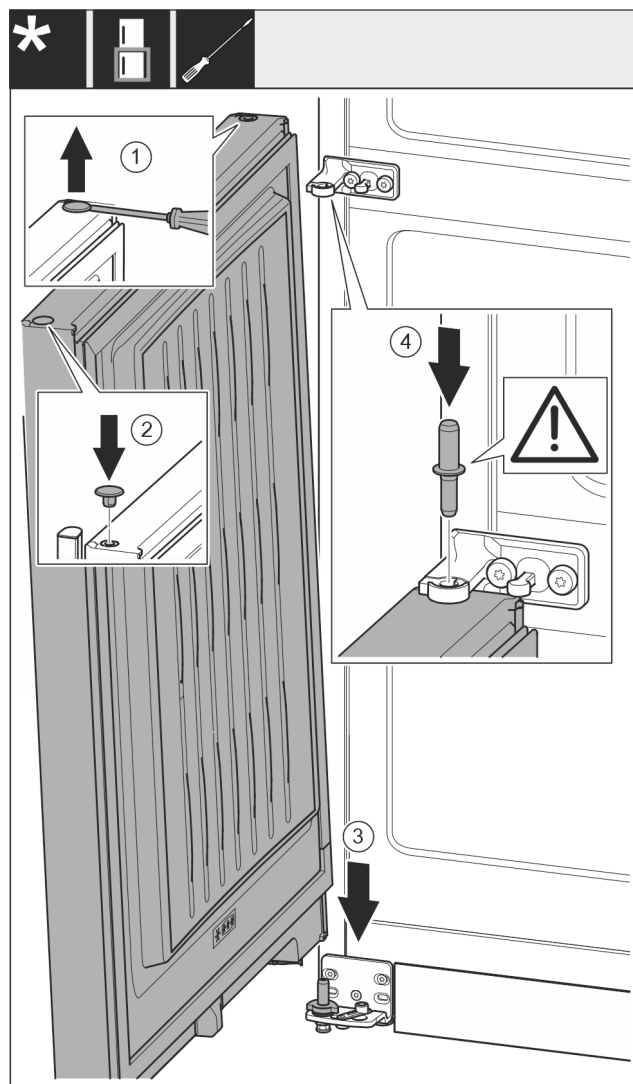

Fig. 54
- ▶ Óvatosan emelje meg a dugót Fig. 54 (1) lapos csavarhúzóval, és húzza ki.
- ▶ Tegye vissza a dugót Fig. 54 (2) az ajtó másik oldalára.
- ▶ Helyezze fel az ajtót Fig. 54 (3) felülről az alsó csapszegre.
- ▶ Helyezze a középső csapszeget Fig. 54 (4) a középső csapágybakon keresztül az alsó ajtóba. Ügyeljen közben arra, hogy a reteszelő bütyök hátrafelé mutasson.